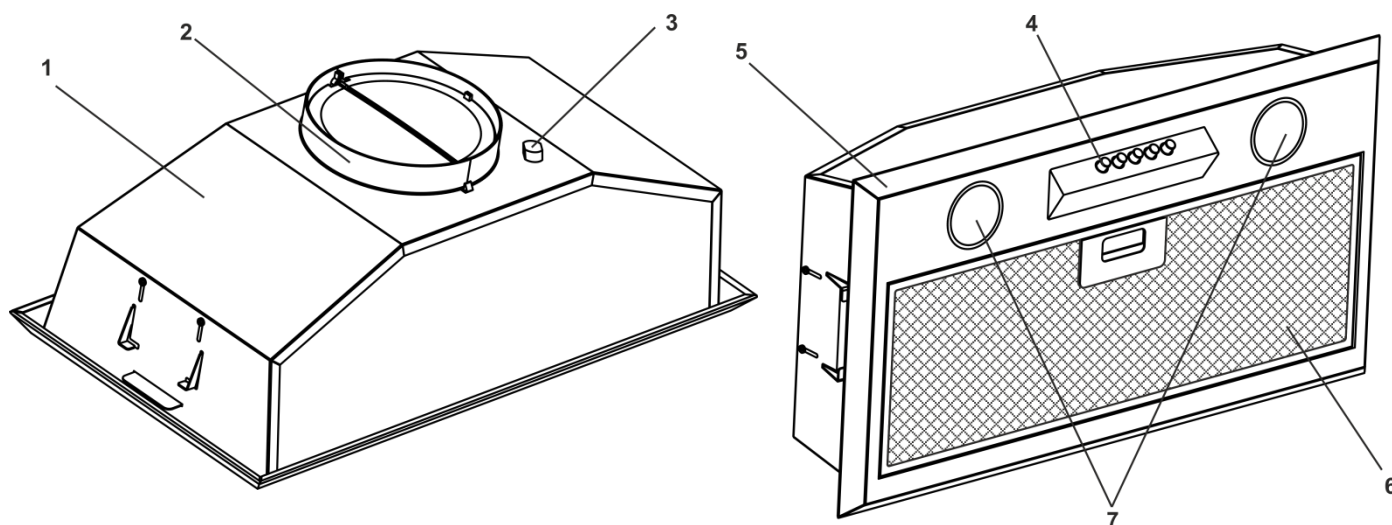

Рис. 1
5.3 Вытяжка состоит из следующих составных частей (**рис. 1**):